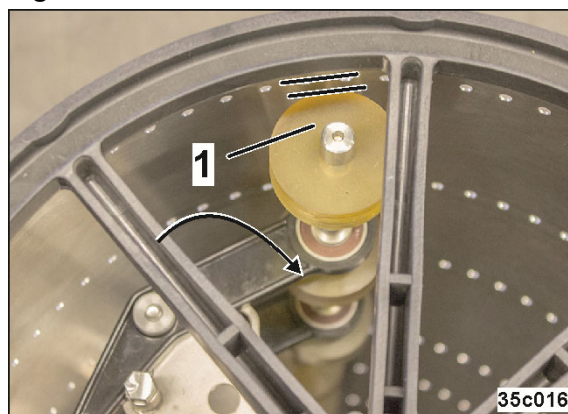

Fig. 330
4. Les leviers d'actionnement (Fig. 327/2) sont pivotés de moitié sur un côté vers l'axe de rotation, les rouleaux de recouvrement des trous sont éloignés du tambour de distribution (Fig. 330/1)